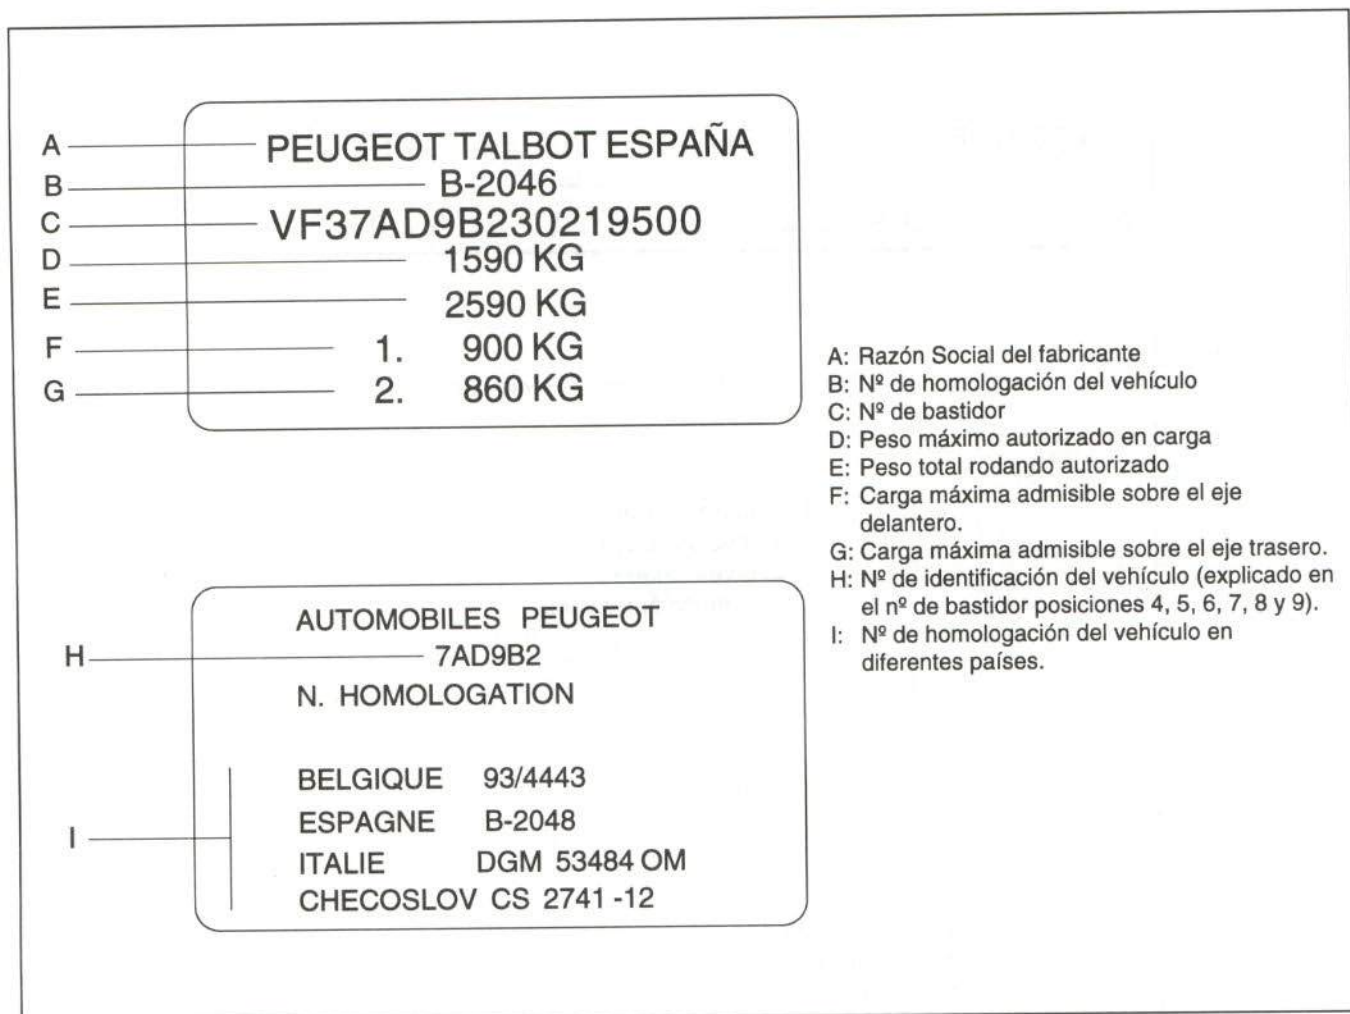

Figura 2.- Placa del constructor
• La placa del constructor y la placa de homologación están fijadas en el refuerzo de faldón trasero y ofrecen los datos recogidos en la figura 2, que pueden ser de interés para el perito tasador y el reparador chapista.